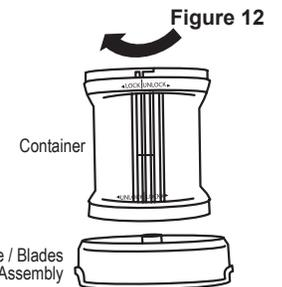

Figure 12
4. Align the grooves on the bottom of the Container (clear) with the notches in the newly assembled Base. Twist the Locking Ring until the groove and notch click into place (Figure 12).
4. Alignez les rainures sur la partie inférieure du conteneur (transparent) aux crans dans la base que vous venez d'installer. Tournez la bague de blocage jusqu'à ce que les rainures et les crans s'enclenchent (Figure 12).